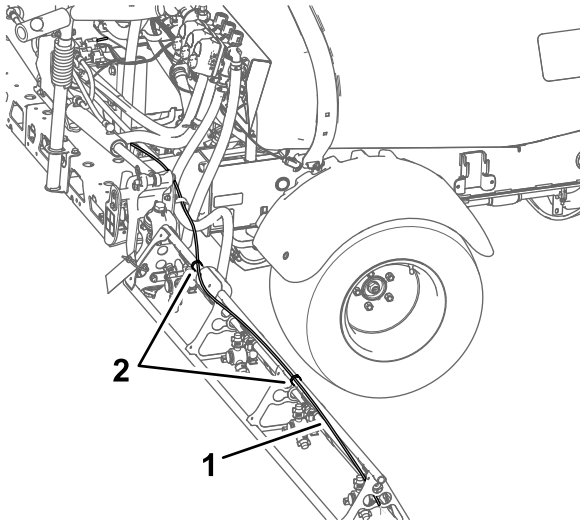

Figura 20
1. Retire as braçadeiras dos cabos que prendem os tubos do líquido e do ar do kit do marcador de espuma à secção de pulverização exterior (Figura 20).